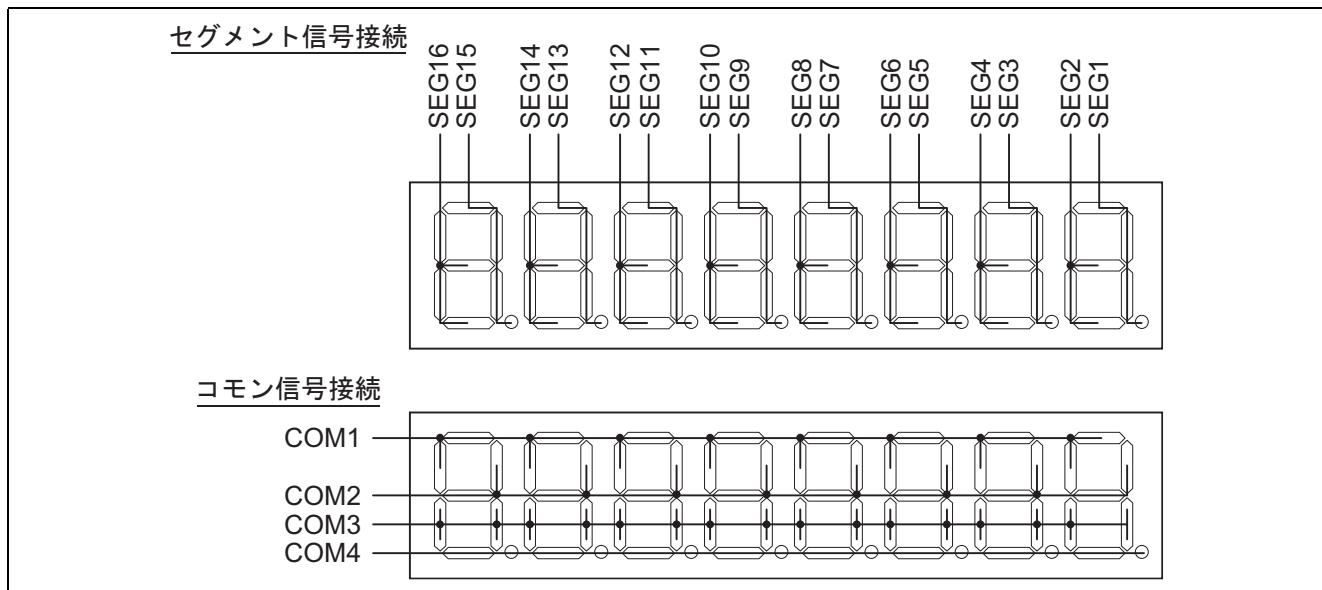

図 3 LCD パネルのセグメント信号とコモン信号の接続図
(2) 本タスク例では、8 桁の LCD パネルを使用して 1/4 デューティによる LCD 表示を行います。本タスク例で使用する LCD パネルのセグメント信号とコモン信号の接続図を図 3 に示します。